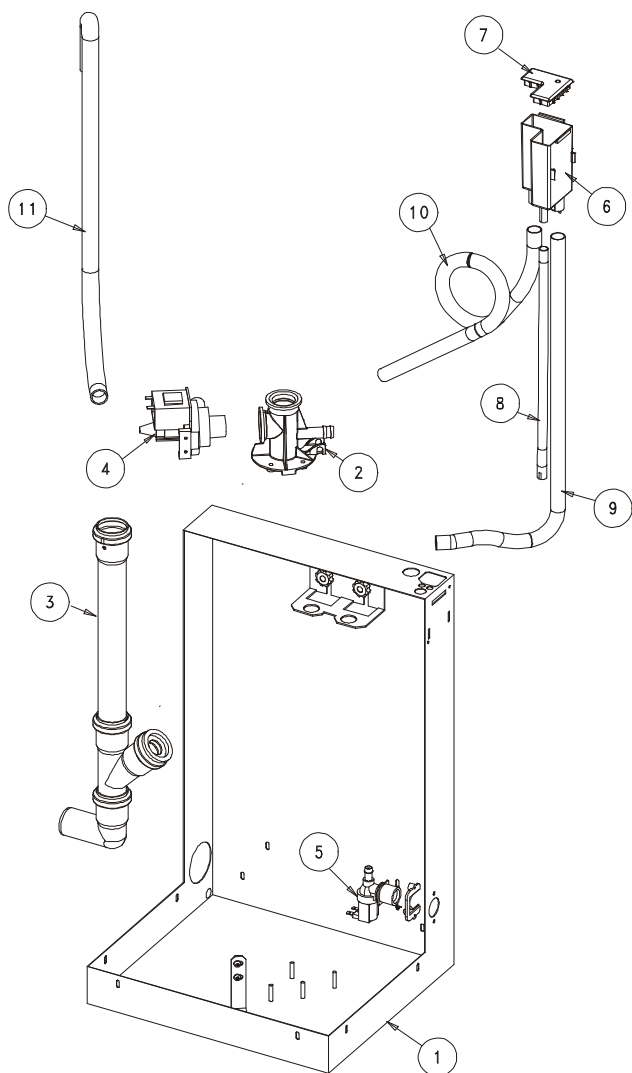

Fig. 6.b
- **Elettrovalvola di scarico / pompa di scarico** (Fig. 6.a, part. n. 12,4)
- **Vaschetta di carico + conduttimetro** (Fig. 6.a, part. n. 3,6)
- **Tubazioni d'alimentazione, carico, troppo pieno** (Fig. 6.a, part. n. 4, 5, 6 – 8,9,10,11)